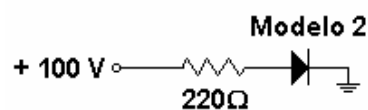

FIGURA 4
- 11) Quais os diodos relacionados no exercício anterior, que podem ser utilizados no circuito da Figura 4?